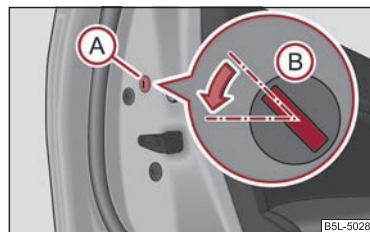

Fig. 35 Puerta trasera: Bloqueo de emergencia de la puerta
- Desmontar el paramento (A) ⇒ página 44, fig. 35.
- Introduzca la llave en la ranura (B) y gírela en dirección de la flecha a la posición horizontal (con las puertas derechas en sentido invertido a los retrovisores).